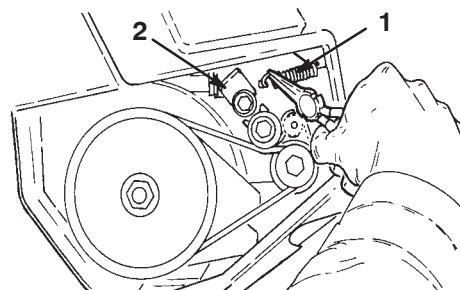

Figure 16
- Décrochez le ressort du bras de la poulie de tension (Fig. 16).
8. Accrochez le ressort de la poulie de tension (Fig. 16) en veillant à ce que la poulie de tension repose sur la courroie.